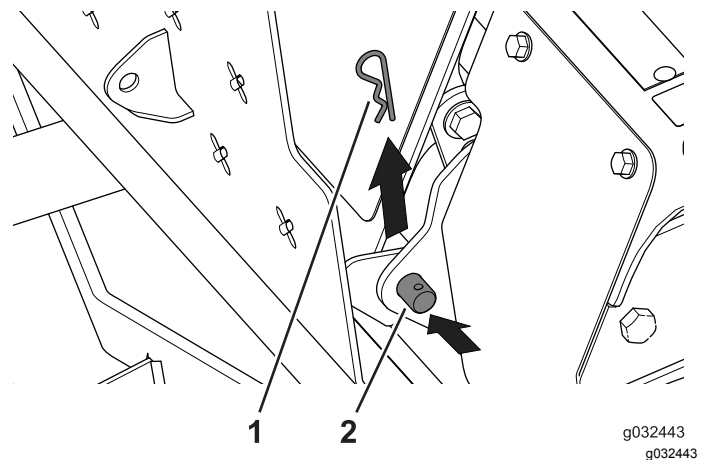

Bild 51
3. Entfernen Sie die zwei Splints von den Lagerbolzen, mit denen die Bedienerplattform an der Schwenkhalterung befestigt ist (Bild 51).
4. Bitten Sie eine zweite Person, Ihnen beim Entfernen der Lagerbolzen und der Bedienerplattform zu helfen (Bild 51).